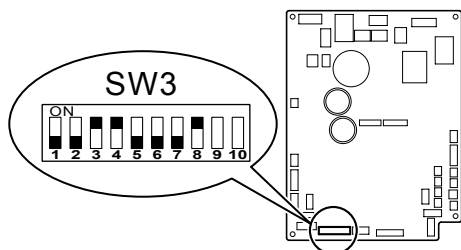

Fig. 6-2
6.2. Einstellung der eingebauten Innenanlage (zwingend) (Fig. 6-2)